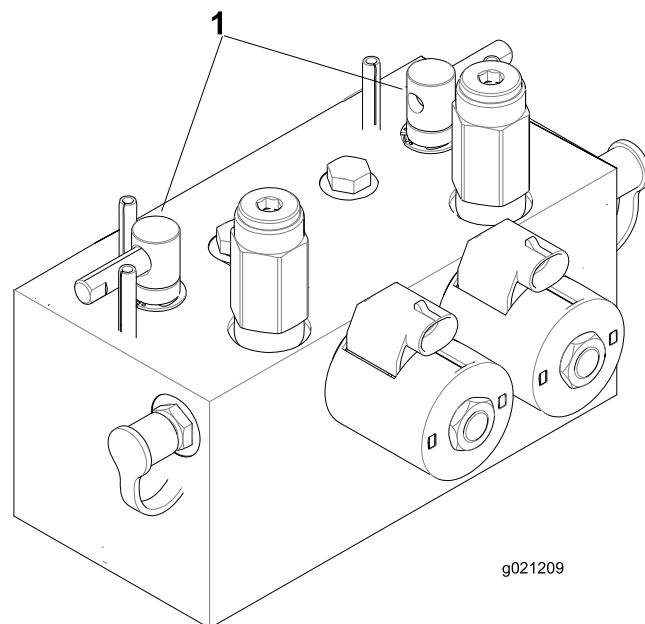

Figura 97
2. Desbloquee y levante el asiento para poder acceder a las palancas de autoafilado (Figura 97).
5. Seleccione la palanca de autoafilado correspondiente a los molinetes que desea autoafilar: delanteros, traseros o ambos (Figura 97).